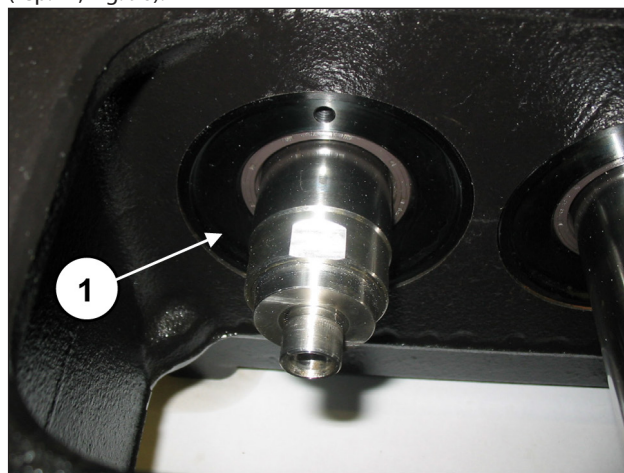
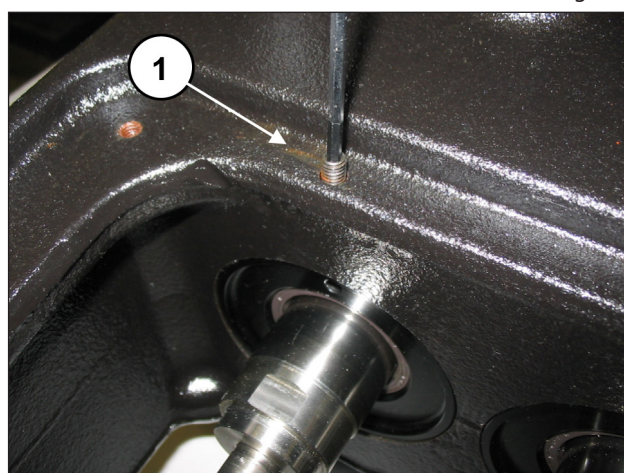

Fig. 95
Fig. 96
Insérer le groupe monté dans le logement prévu à cet effet sur le carter et s'assurer que le couvercle s'emboîte complètement dans le siège (rep. ①, Fig. 95) en ayant soin de ne pas endommager la lèvre du joint d'étanchéité radial. Visser les couvercles du joint d'huile à l'aide de 2 goujons M6x30 (rep. ①, Fig. 96).